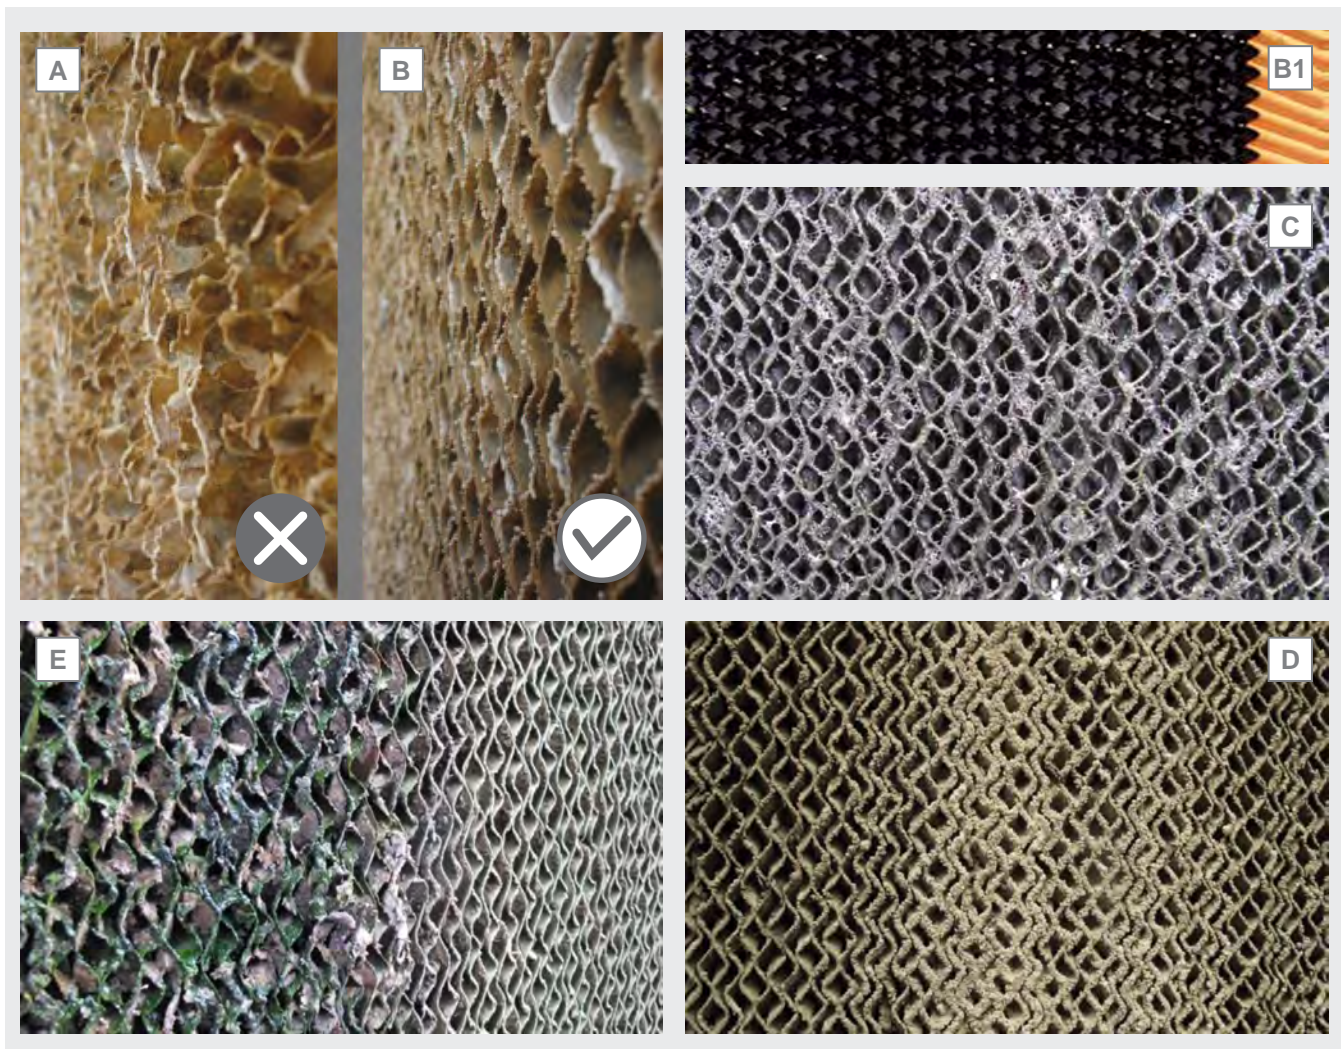

Abbildung 19
- 12.11.4 Wenn die Papppaneelen abgenutzt, verkalkt oder verschmutzt sind, sollten sie ausgetauscht werden, um die Leistung des Modells nicht zu beeinträchtigen. Wenden Sie sich bei Bedarf an Modine. Entsorgen Sie verschlissene Papppaneelen gemäß den geltenden Vorschriften. Siehe Abbildung 19 A als Beispiel für eine abgenutzte Paneel, die ersetzt werden muss, Abbildung 19 B als Beispiel für eine Paneel in gutem Zustand. Siehe Abbildung 19 C als Beispiel für eine zu reinigende Paneel (Routinereinigung). Falls erforderlich, können die Paneelen mit einer Oberflächenbehandlung versehen werden, die das Anhaften von Biofilm und ausgefällten Salzen verhindert: Die Oberflächenbehandlung kann die Wartungszeit der Paneelen und ihre Haltbarkeit positiv beeinflussen und die Reinigung erleichtern. Siehe Abbildung 19 B1.
12.11.16 Bei einer verkrusteten Paneel mit Kalk- oder Silikatablagerungen (siehe Abbildung 19 D) oder mit Algen- oder Bakterienkolonien (siehe Abbildung 19 E) können Sie wie folgt vorgehen: Spülen Sie die Paneel mit Niederdruckwasser ab und schrubben Sie die Oberfläche mit einer weichen Borstenbürste. Spülen Sie die Paneelen mit Niederdruckwasser ab.